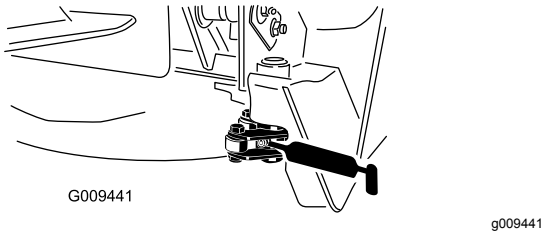

Bild 68
- Zwei Riegeldrehzapfen (Bild 68)